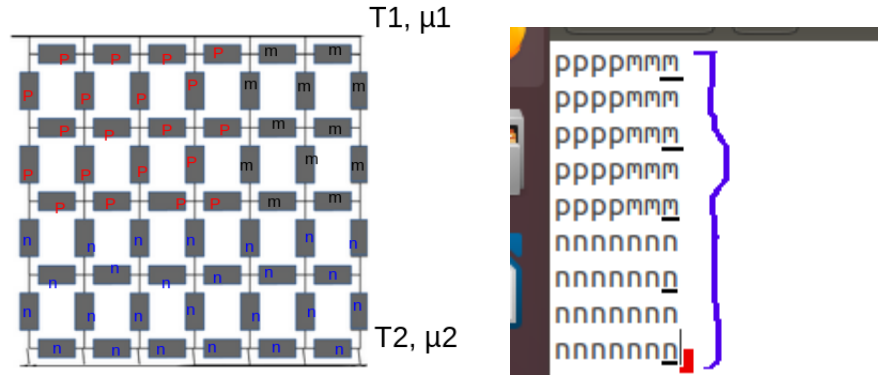

FIGURE 3.2 – Le réseau et son équivalent dans le fichier pré-processing
3. Le dernier dipôle de chaque ligne impair n'est pas pris en considération. (voir figure 3.2)